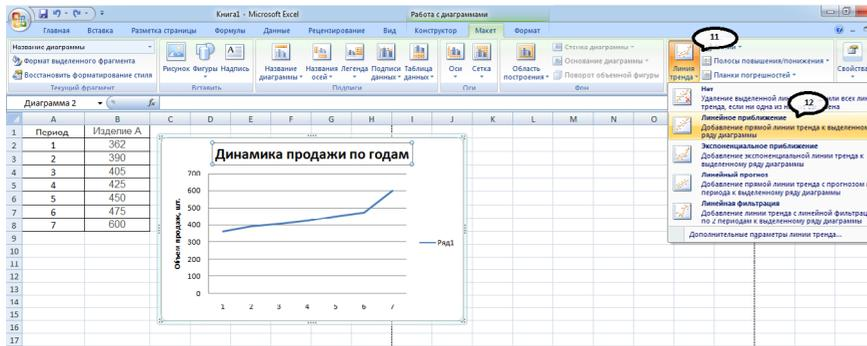

Рис. 2.5. Построение линии тренда (часть 2)
5) Нажимаем на кнопку «Линия тренда» и выбираем «линейное приближение» или «экспоненциальное приближение» (рис. 2.5).